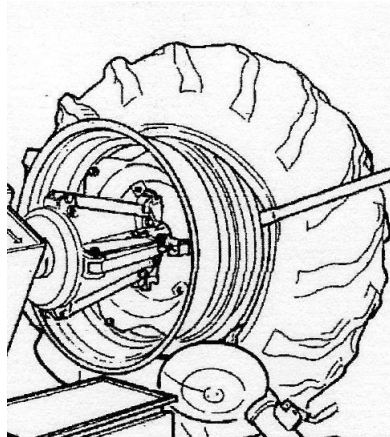

Рисунок 24
- Вставьте рычаг LA между ободом и бортом справа от устройства (см. Рисунок 24).